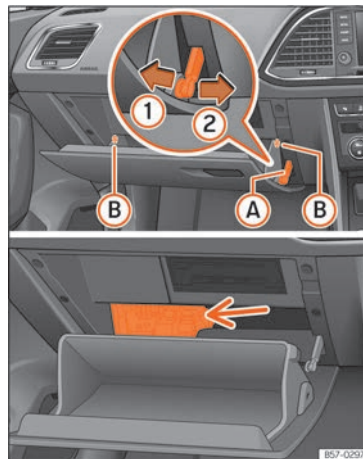

Fig. 106 Cassetto portaoggetti (guida a destra): accesso alla scatola dei fusibili.
- Smontare il freno di apertura »» **fig. 106 A** in due passaggi: sbloccare innanzitutto il freno tirandolo all'indietro (freccia ①) e poi spostarlo leggermente verso destra (freccia ②). Rimuovere la guida quando il coperchio si trova in una posizione di apertura normale (30°).